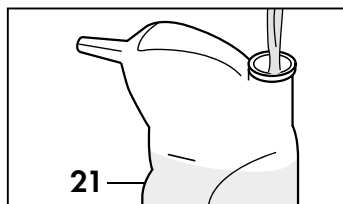
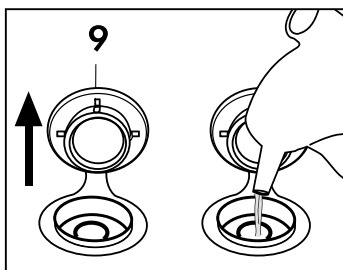

Fig. 6
Fig. 7
Llenar la botella (21) con agua del grifo (**Fig. 6**). Abrir manualmente el tapón de llenado agua (9); volcar la botella en el agujero de la caldera, vaciar el agua en su interior. Sucesivamente, cuando el depósito está lleno de agua, cerrar el tapón (9) (**Fig. 7**)